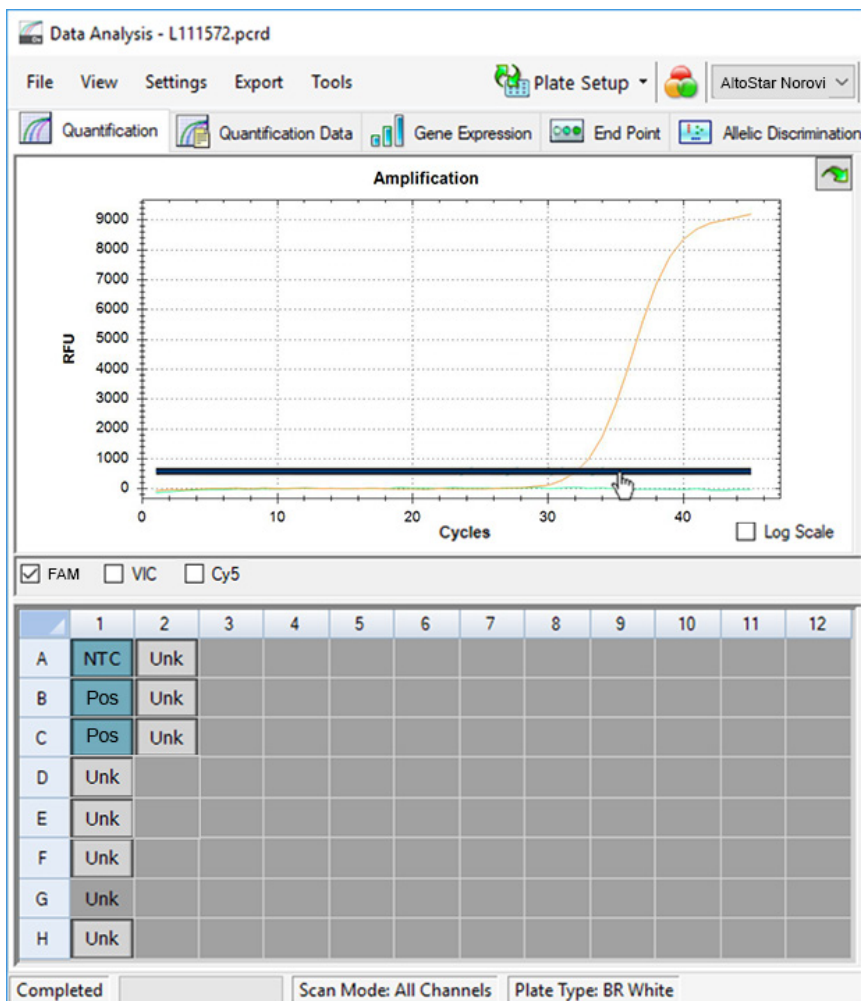

Figure 10: Fenêtre Data Analysis (Analyse des données) : définir le seuil FAM™
5. Sur la gauche de la fenêtre Data Analysis (Analyse des données), décochez la case **VIC** et cochez la case **FAM** pour le canal de détection de la cible Norovirus GII (voir la figure 10).
6. Sélectionnez uniquement les puits contenant le NTC et le PC de Norovirus GII sur la représentation visuelle de la plaque dans la fenêtre Data Analysis (Analyse des données) (voir la figure 10).
7. Faites glisser le seuil situé bien au-dessus du signal du NTC dans la zone exponentielle du signal du PC (voir la figure 10).
8. Pour le canal de détection de la cible Norovirus GI, décochez la case **FAM** sur la gauche de la fenêtre Data Analysis (Analyse des données) et cochez la case **Cy5** et répétez les étapes 6 et 7 (voir la figure 10).